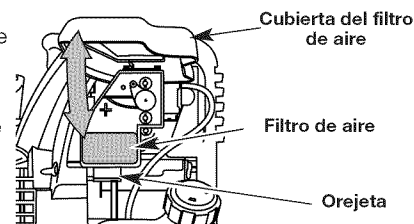

Fig. 24
1. Abra la tapa del filtro de aire. Empuje hacia adentro la lengüeta que está en lado inferior de la tapa. Después hale hacia afuera y arriba la tapa del filtro de aire. (Fig. 24).
- Instale de nuevo la tapa del filtro de aire. Haga coincidir las ranuras que hay en la parte superior de la tapa del filtro de aire con las lengüetas de la parte superior de la placa posterior (Fig. 24).
- Gire la tapa hacia abajo hasta que la lengüeta de la placa posterior del filtro de aire se enganche en la ranura de la tapa del filtro de aire (Fig. 24).